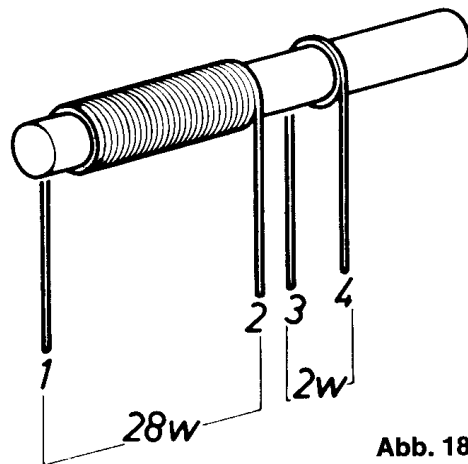

Abb. 183
Mit dem vorstehenden Gerät empfängst du Rundfunksender, die auf der Mittelwelle (MW) senden, d. h. mit Frequenzen zwischen 510 und 1605 kHz. Es gibt aber eine Reihe interessanter Sender im Bereich zwischen 1700 und 5100 kHz. Um sie empfangen zu können, brauchst du eine weitere Spule. Nimm deshalb die Mittelwellen-Antennenspule vom Ferritstab. Lege dann aus isoliertem Draht 28 Windungen ganz dicht um den Stab. Neben diese KW-Spule legst du eine weitere aus zwei Windungen. Die Zahlen der Anschlüsse in Abb. 183 entsprechen den Zahlen der MW-Spule auf dem Verdrahtungsplan 5.02. Klemme die Drähte der neuen Spule an dieselben Anschlüsse, an die ursprünglich die der MW-Spule angeschlossen waren. Wenn du ein Pfeifen hörst, wechsele die Drähte 3 und 4 aus. Wohnst du nicht direkt an der Küste, ist eine Außenantenne unbedingt erforderlich. Vergiß nicht, die Spule um den Ferritstab zu wickeln. Ist alles fertig, suche mit dem großen Skalenknopf sehr langsam und vorsichtig einen Sender. Mit einer guten Antenne kannst du mehrere Stationen mit diesem Gerät abhören.